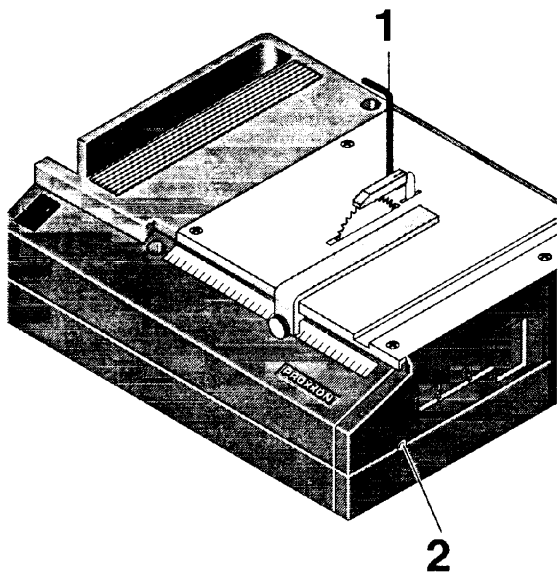

Fig. 3
1. Schiebetür **2** (Fig.3) öffnen.